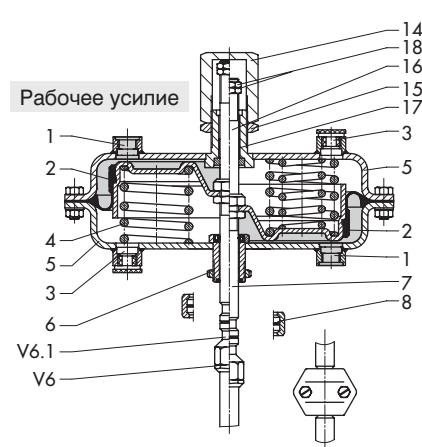

Рис. 9 · Тип 3271 с устанавливаемым ограничением хода
**Тип 3271 · Привод с ограничением хода** (рис. 9). Минимальный или максимальный ход для приводов с поверхностью мембран 240, 350, 700 или 1400 см2 устанавливается механически.
Установка механического **ограничителя хода** (рис. 9) требуется при площадях мембранны от 240 до 1400 см2. С его помощью можно жестко ограничить и уменьшить ход привода в обоих направлениях до 50%.